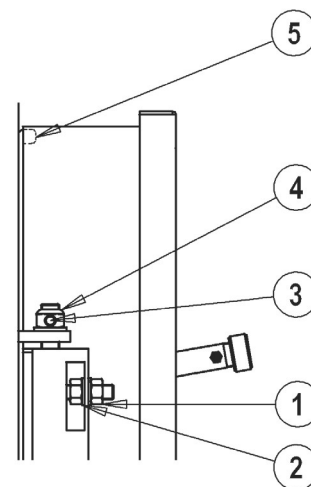

рис.9
5.6.1 Для моделей PREXTHERM RSW 92N÷600N (рис. 9)